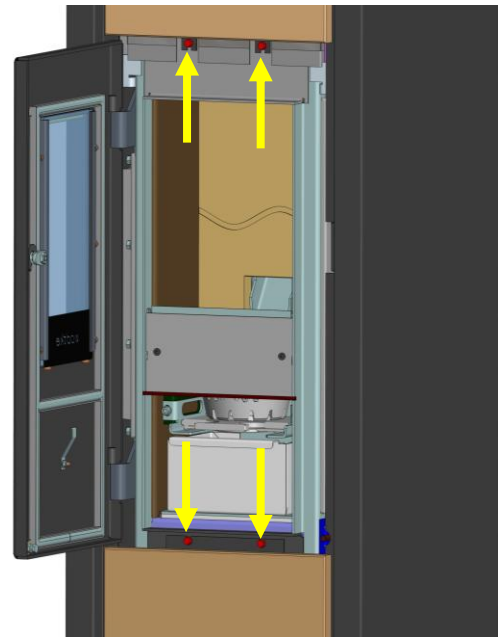

Abb. 22: Frontansicht family.nrg
2. Befestigungsschrauben der Verkleidungen lösen (Abb. 22).